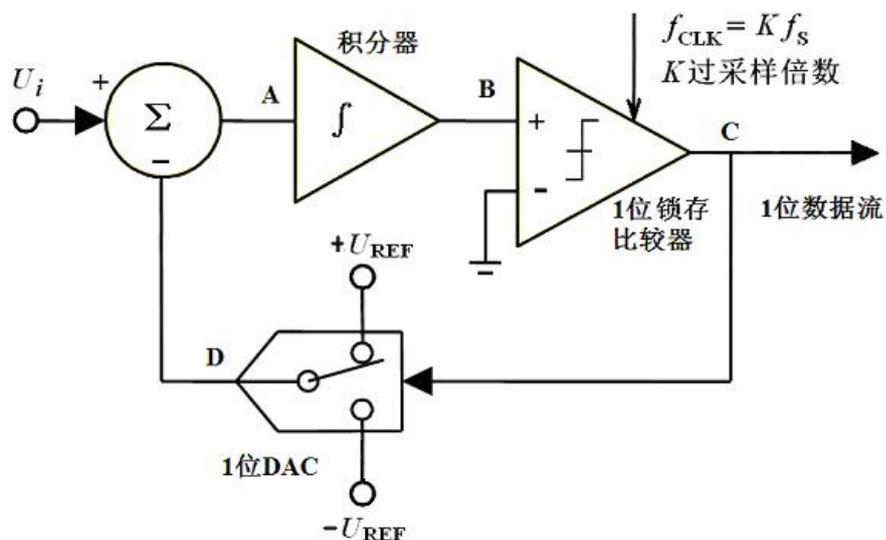

图2 1阶 Σ - Δ 调制器的结构框图
- (1) 设计并制作 1 阶 Σ - Δ 调制器，具体电路框图如图 2 所示。图中 U_{REF} 为 2V。要求 Σ - Δ 调制器输出的 1 位数据流为 TTL 电平，时钟频率 f_{CLK} 自定。（12 分）
- (2) 利用（1）中制作的 1 阶 Σ - Δ 调制器，设计并制作 Σ - Δ 型 A/D 转换电路。要求 A/D 转换电路可设置工作于下列两种模式：（32 分）
- (3) 设计并制作 Σ - Δ 型 A/D 转换电路的采样数据显示装置。要求可以显示 A/D 转换电路连续采样数据波形，显示的波形数据点数不少于 200 点。同时，在波形上显示一个光标，移动光标时能显示相应波形点的采样数据。（6 分）
- (4) 改进 Σ - Δ 型 A/D 转换电路的显示装置，要求能计算 A/D 转换电路输出的采样数据的方差 σ^2 ，并实时显示。方差的计算使用连续 1 秒的采样数据直接计算。（10 分）
- (5) 改进 Σ - Δ 型 A/D 转换电路的设计，尽量减小 A/D 转换电路的本底噪声和量化噪声，提高 Σ - Δ 型 A/D 转换电路的采样精度。实现 Σ - Δ 型 A/D 转换电路能工作于下列模式：（20 分）